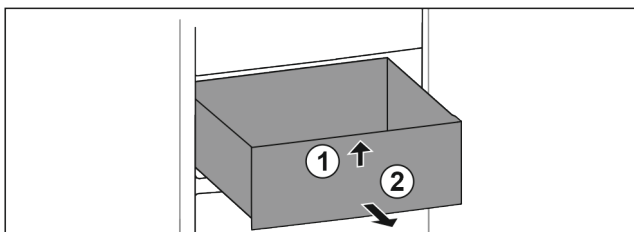

Fig. 103
- ▶ Emelje meg a fiók elejét. Fig. 103 (1)
- ▶ Vegye ki a fiókot előrefelé. Fig. 103 (2)